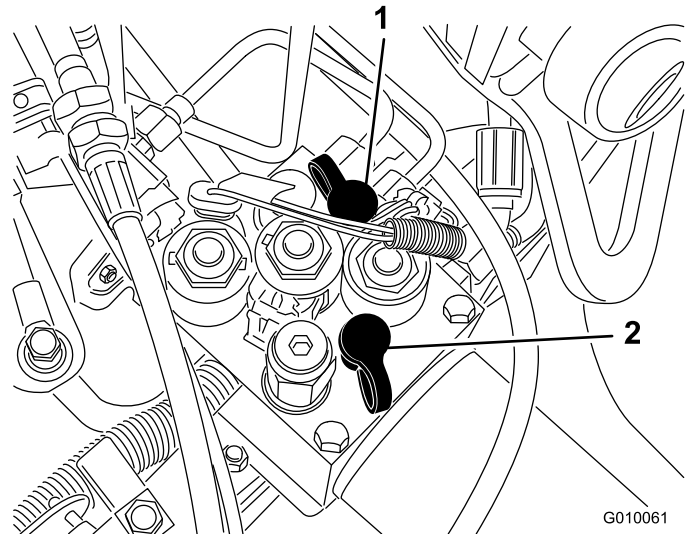

Figura 60
- El punto de prueba G 2 (Figura 60) se utiliza para localizar problemas en el circuito de carga de tracción.
- El punto de prueba G 1 (Figura 60) se utiliza para localizar problemas en la presión del circuito de elevación.